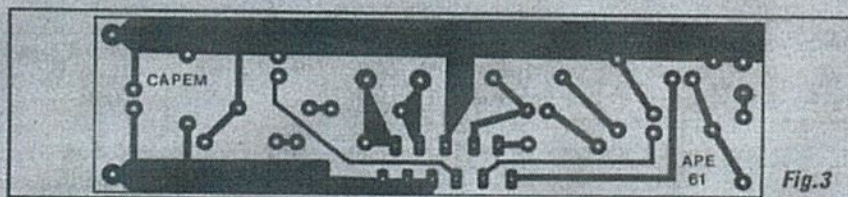

Fig. 3
- FIG. 3 - LAY OUT DO CIRCUITO IMPRESSO ESPECÍFICO - Já que a idéia básica da CAPEM é ganhar dinheiro, toda a lógica "diz" que devemos economizar também (sem perdas na qualidade final da montagem...) na própria confecção do Impresso... Observem, então, a figura (em tamanho natural...), com o padrão cobreado de ilhas e pistas distribuído numa estreita "trapa" de fenolite, que assim poderá ser adquirido a baixo preço, nas casas de "sucata" (que costumam manter em oferta retalhos de fenolite cobreado, principalmente em longas e estreitas tiras, a preço absolutamente irrisório, desde que a largura não ultrapasse uns 3,0 cm.). O lay